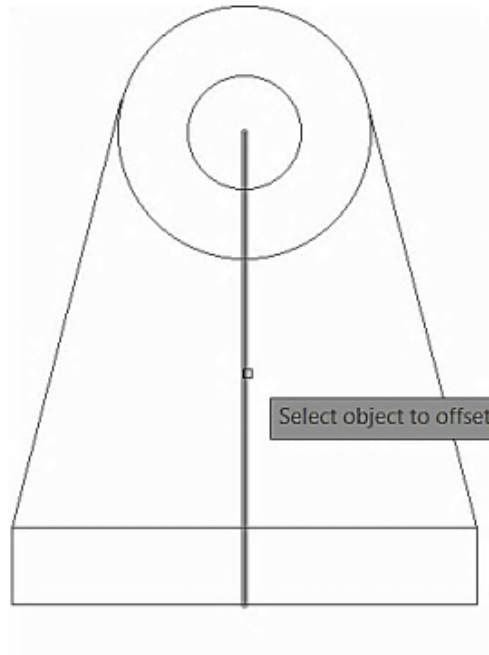

Figura 5.73. Seleccionar el objeto de offset
Paso 4: Ejecute el comando OFFSET: O digite y Enter. (figura 5.73)